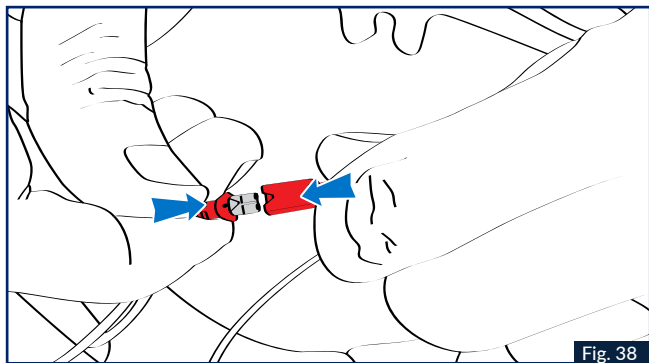

Fig. 38
9. Effectuer le branchement du microphone (connecteur rouge), et le clavier suivant la Fig.38